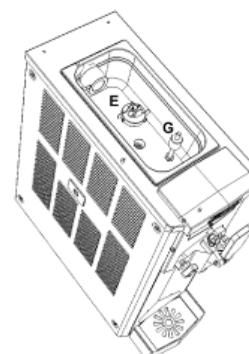

Fig. 15
- Rimuovere tutti i componenti all'interno della vasca superiore come mostrato in Fig. 15 :